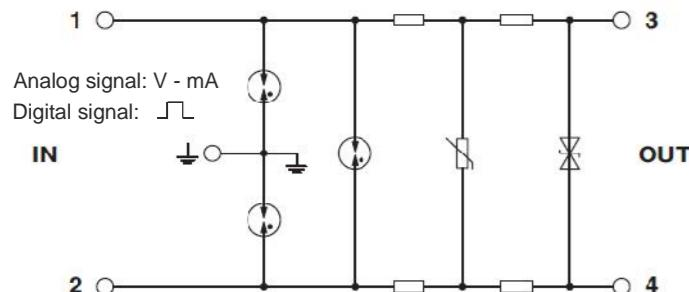

Fig. 2
6. Schema elettrico (Fig. 2)
6. Circuit diagrams (Fig. 2)
6. Schémas de connexion (fig. 2)
6. Diagrama eléctrico (Fig. 2)